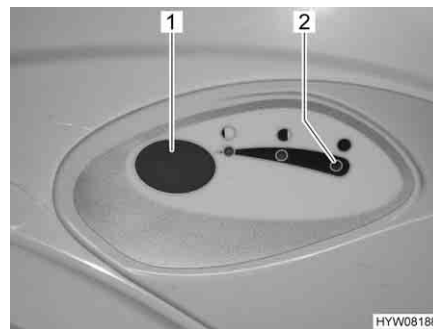

Fig. 89 Pulsante dello sciacquone/spia di controllo toilette Thetford
- Per sciacquare premere il pulsante blu (Fig. 89,1).
La spia di controllo (Fig. 89,2) si accende quando il serbatoio fecale deve essere svuotato.